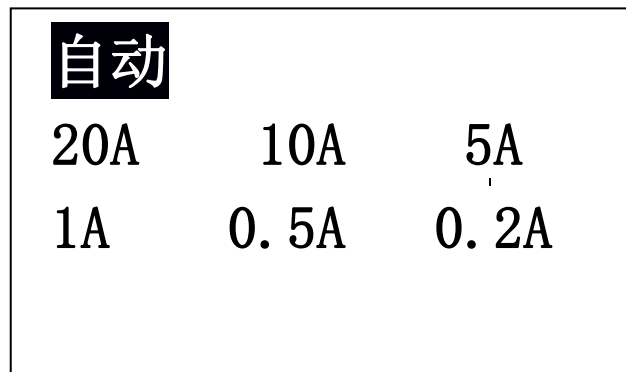

图 3
1) **选择电流**: 进入此菜单, 如图 3
测量结束后，按“取消”返回上一级菜单。仪器放电完毕后如图 4，返回图 3 菜单。